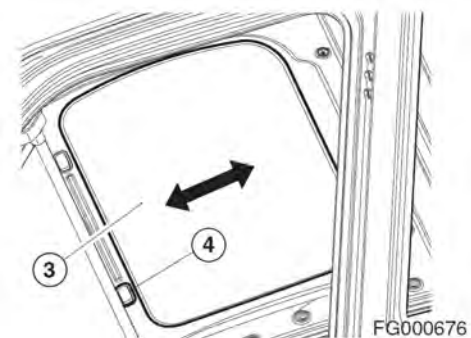

Рис. 161
Солнцезащитный щиток крыши (3, рис. 161) можно выдвигать вперед и назад. На каждую из сторон его можно перемещать с помощью ручки (4).